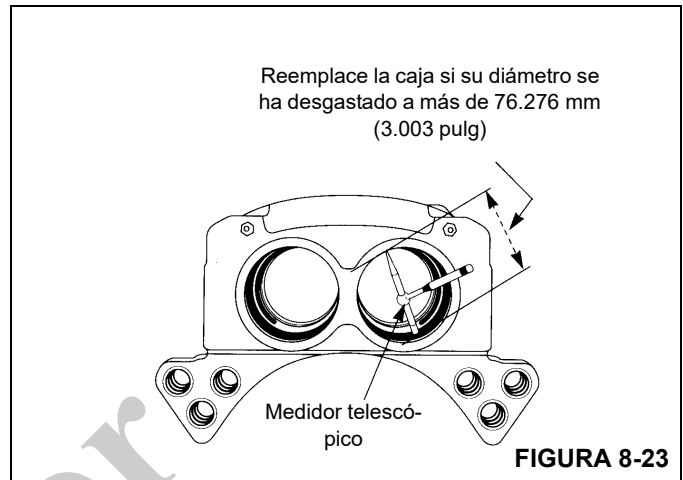

FIGURA 8-23
3. Mida el diámetro de la cavidad de la caja. Reemplace la caja si su diámetro se ha desgastado a más de 3.003 pulg (76.276 mm). Consulte la Figura 8-23.